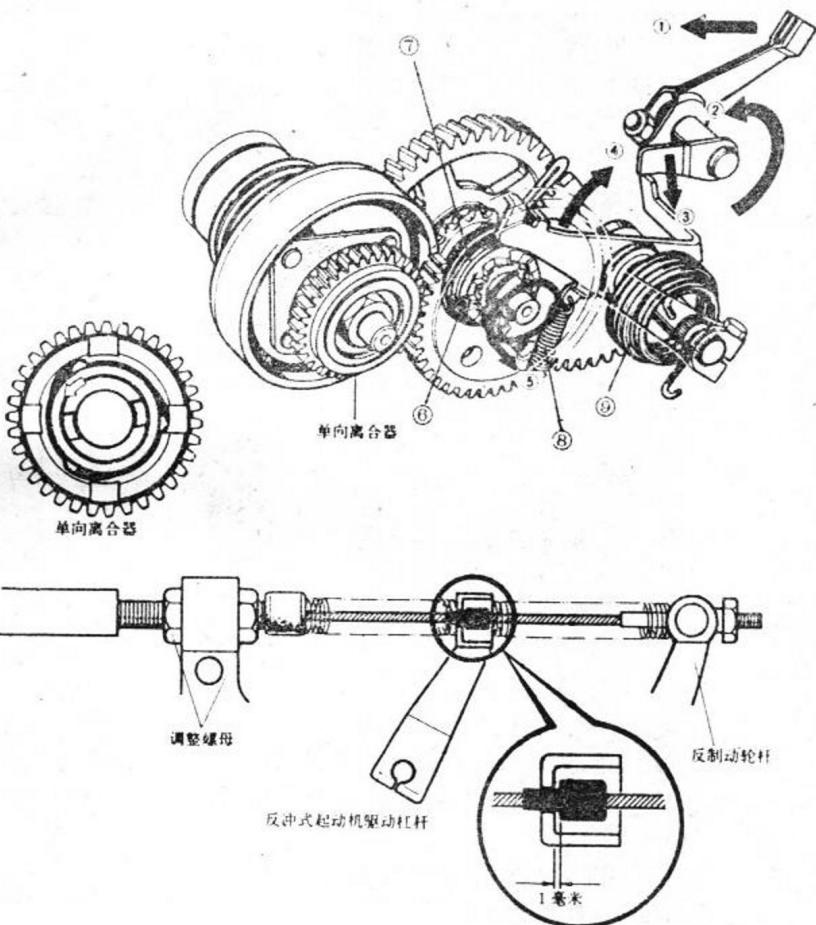

图 1-7
反冲式起动机构的结构如图 1-7 所示,推动驱动杠杆①,起动机驱动轴②开始转动,使驱动器③下移,迫使导杆④上升,结果使在付轴上的起动齿轮套⑥左移,与反冲惰轮⑤的端面齿啮合,当踩下起动轴①后扇形齿轮转动,带动付轴上的起动齿轮⑦转动,从而使反冲惰轮⑤和曲轴上的单向离合器转动。